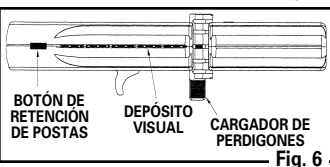

Fig. 6
- Girando la mano, sacuda y gire el rifle de aire comprimido (ver la Fig. 5) para llenar el depósito visual (ver la Fig. 6).
- Empuje el botón de retención de postas hacia adelante para mantener las postas en el depósito, tal como se muestra en la Fig. 6.
- Coloque el cargador de perdigones de manera que el cierre sea alimentado a través de una de las recámaras de perdigones en el cargador. (Ver la Fig. 6) (A medida que empuja el cierre lentamente hacia adelante, puede ver la posta pasando por el cargador de perdigones) (ver la Fig. 6). Ahora la posta está en posición para ser disparada por el cañón.